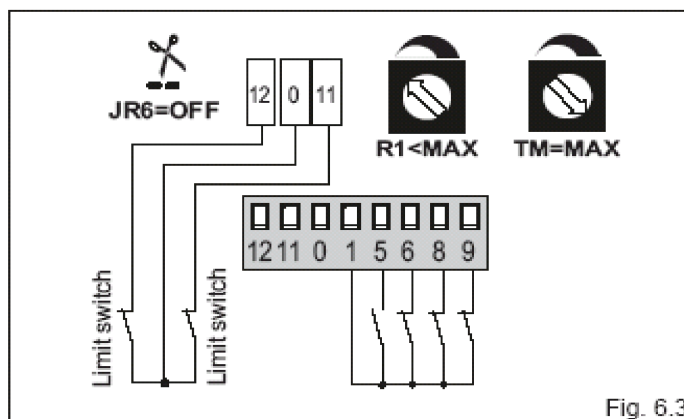

Fig. 6.3
- (rys.6.3) podłączyć styki N.C. wyłączników krańcowych na otwieranie i zamykanie do dodatkowych zacisków 12-0-11,